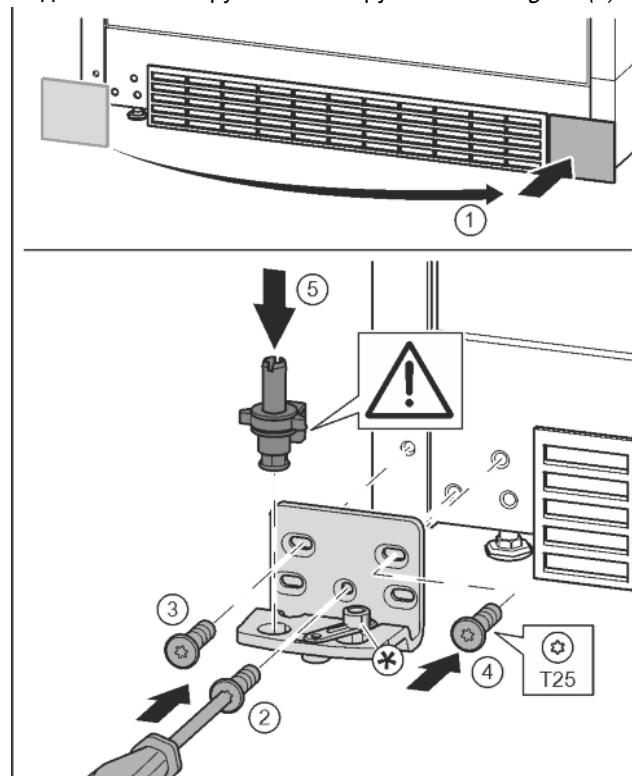

Fig. 18
- ▶ Зніміть кришку та встановіть її з іншого боку. Fig. 18 (1)
- ▶ Встановіть опорний кронштейн з іншого боку і закріпіть гвинтами за допомогою викрутки T25. Почніть із гвинта 2 знизу посередині. Fig. 18 (2)
- ▶ Закрутіть гвинти 3 та 4. Fig. 18 (3, 4)
- ▶ Вставте цілком опорний гвинт. При цьому виступ фіксатора повинен бути спрямований назад. Fig. 18 (5)